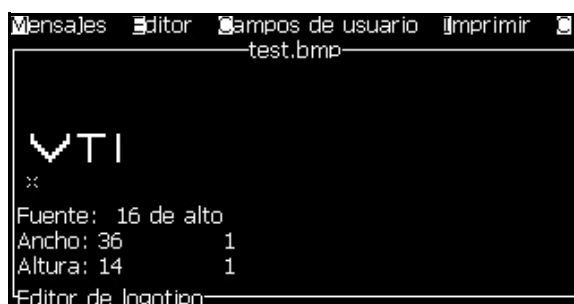

Figura 5-48. Pantalla Logo on Menu (Logotipo en menú)
- 10 Pulse la tecla *Enter* y aparecerá el logotipo en la pantalla de menú (consulte Figura 5-48).